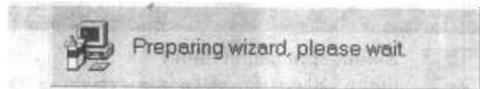

图 1-1 Protel 99 安装启动
(1) 将 Protel 99 的安装光盘或磁盘放入驱动器中,然后运行 setup.exe 程序,便可以看到如图 1-1 所示的安装 Protel 99 的启动画面。